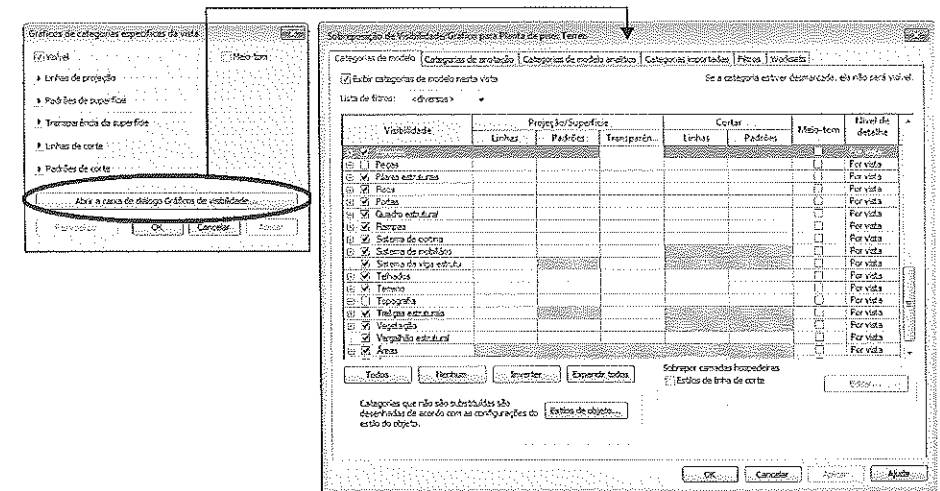

Figura 7.87 – Características por categoria.
- **Por categoria:** modifica a visibilidade para a categoria seleccionada. Por exemplo, **todas** as paredes na vista ativa são alteradas. Seleccionando essa opção, surge a janela de diálogo da Figura 7.87, na qual é possível alterar as características das linhas e hachuras para a **categoria** seleccionada.